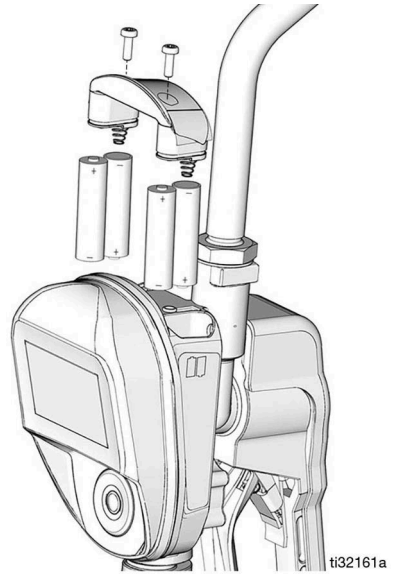

FIG. 39
- Respete la polaridad correcta como se indica en las etiquetas de instalación ubicadas en cada lado de la válvula dispensadora cuando ponga las pilas en su compartimento (FIG. 39).
4. Ponga cuatro pilas nuevas. Consulte las etiquetas situadas a cada lado del alojamiento para conocer la orientación de la batería (FIG. 39).